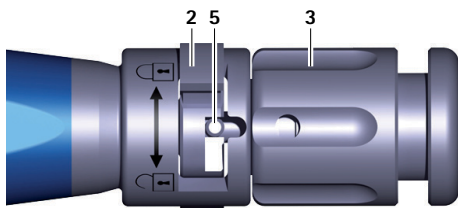
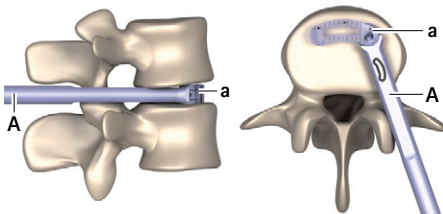

Fig. 3 Primer plano del instrumento de inserción, interruptor cerrado
Fig. 11 Implante en posición final
- Gire el interruptor 2 hacia la derecha (en dirección a ) , ver Fig. 3.
- Gire la tuerca giratoria **3** en sentido contrario de las agujas del reloj (en dirección "forward") hasta que la espiga **5** se encuentre por completo en el interruptor **2**, ver Fig. 3. Asegúrese de que la espiga **5** no se queda atascada en el interruptor **2**.
- Gire el interruptor **2** hacia la derecha (en dirección a ) ver Fig. 3.
- En cuanto se alcance la posición final (ver Fig. 11): Gire la tuerca giratoria **3** en sentido contrario de las agujas del reloj (en dirección "forward") hasta que la espiga **5** se encuentre por completo en el interruptor **2**, ver Fig. 3. Asegúrese de que la espiga **5** no se queda atascada en el interruptor **2**.